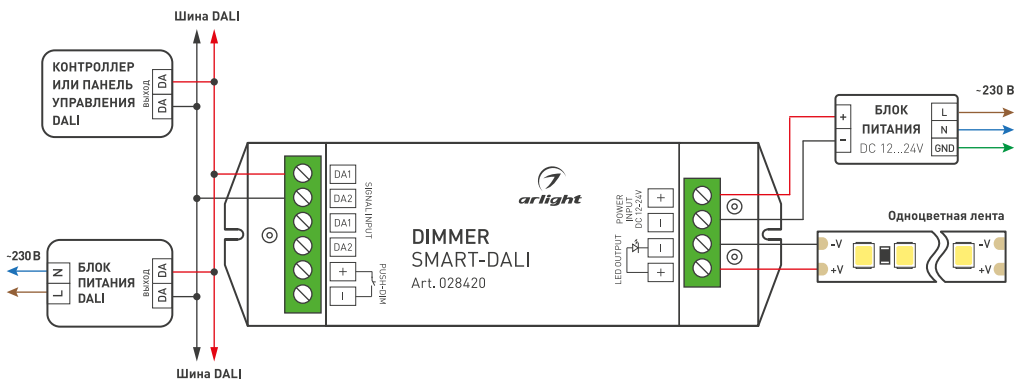

Рис. 1. Пример схемы подключения диммера SMART-DALI с управлением DALI
3.3. Подключите диммер согласно схеме на рис. 1 или 2.